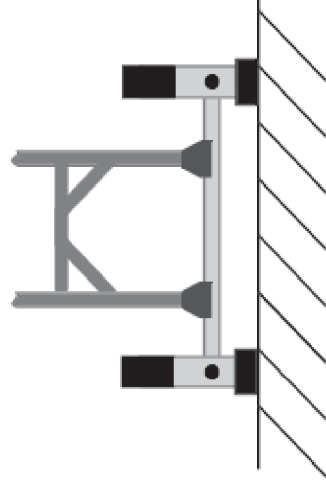

Рис. 5
6.6. Установить опорный элемент (6) (см. рис. 5) в нужное положение в зависимости от места эксплуатации, грунт или твердая поверхность, и закрепить винтами (16).